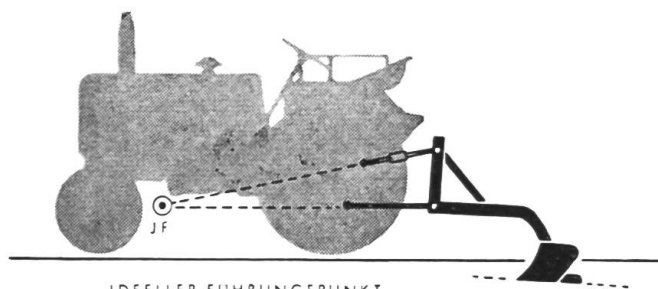

Fig. 1
58. La normalisation, sur le plan international, du dispositif d'attelage en trois points, garantit l'interchangeabilité des instruments portés et la facilité de leur mise en place. On se rappellera à ce propos qu'une charrue portée oscille toujours autour d'un point théorique de guidage. Ce point se trouve à l'intersection des lignes imaginaires qui prolongent les bielles inférieures et la bielle supérieure du dispositif de relevage hydraulique en direction de l'avant du tracteur. Le point théorique de guidage constitue l'une des importantes particularités du système d'attelage trois-points qu'un conducteur de tracteur devrait connaître. Cette particularité permet de reculer largement la limite du glissement, autrement dit de réduire les risques de glissement à un minimum. Lorsqu'on sait que le véritable point théorique de guidage d'une charrue portée à fixation en trois points correspond au point d'intersection des trois bielles du relevage hydraulique (fig. 1), le **réglage correct de la charrue** au dispositif d'attelage trois-points ne devrait plus présenter de difficultés.